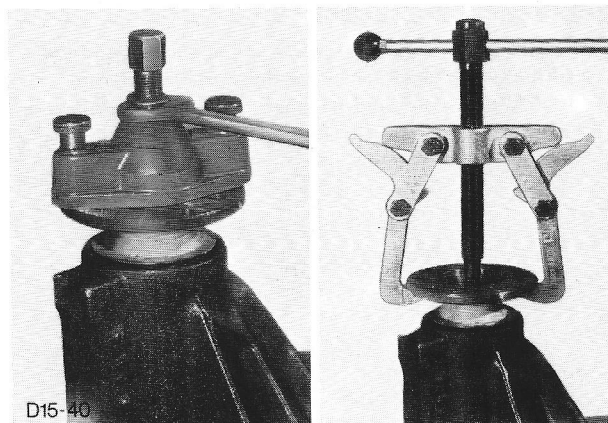

Fig.113 Trek de flens van de pignonas.
5. Plaats een bak onder de achterbrug om de olie op te vangen en trek de flens met trekker G2-4851-A/6312-A van de pignonas (fig.113).